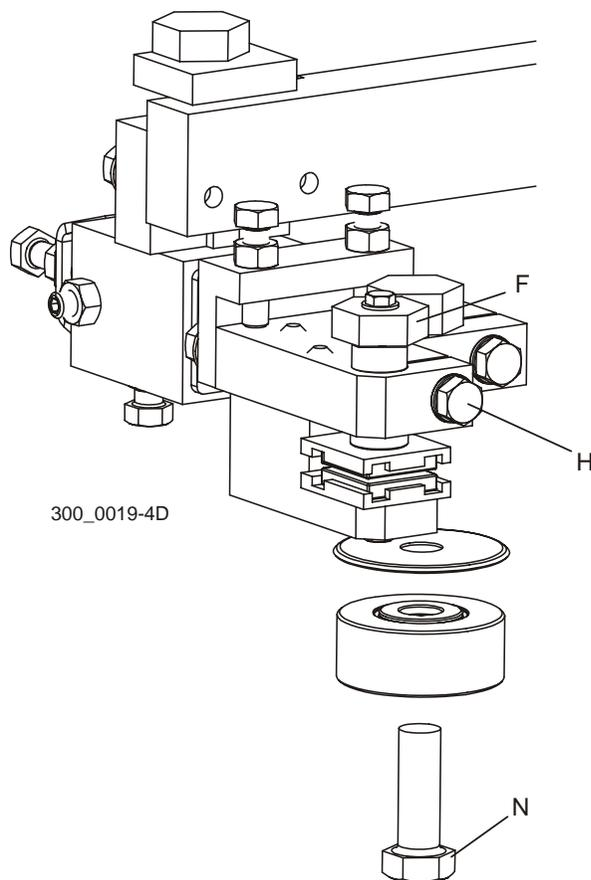

FIGURA 7-19
Vea la Figura 7-19. En los dos conjuntos de guíasierra, afloje el perno de sujeción (H) y gire el perno (F) en dirección contraria a las agujas del reloj para subir el bloque de guía superior hasta su máximo. Quite el perno (N) y extraiga el rodillo de guía y la tapa del rodillo de cada conjunto de guíasierra.